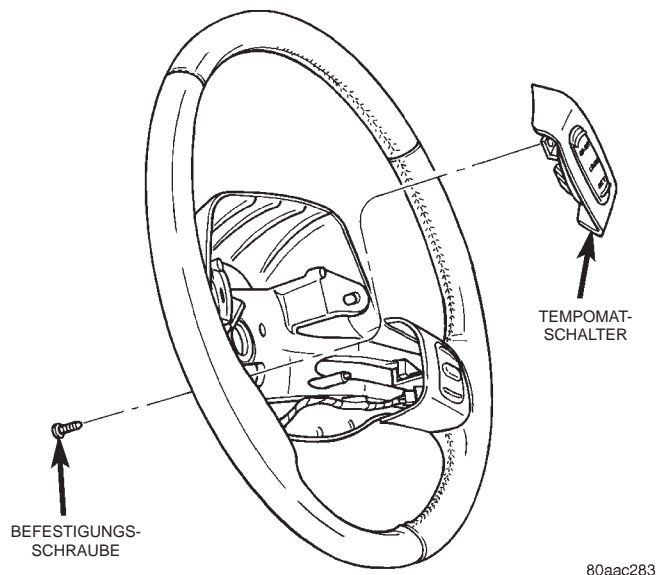

Abb. 4 Tempomat-Schalter aus- und einbauen
- (1) Batterie-Minuskabel (-) von der Batterie abklemmen und elektrisch isolieren.
- (2) Airbag-Einheit ausbauen. Näheres hierzu siehe Kapitel 8M, "Insassen-Rückhaltesysteme".
- (3) Von der Unterseite des Lenkrads her die Befestigungsschraube der Tempomat-Schaltereinheit lösen (Abb. 4).